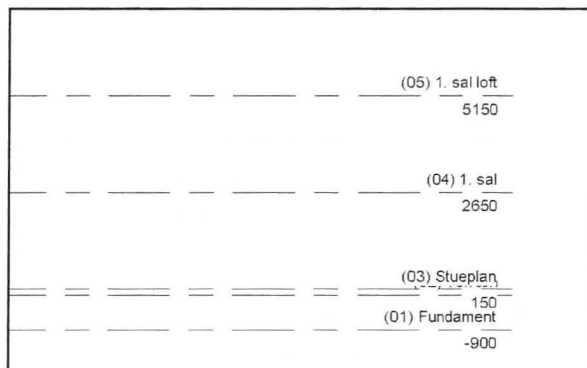

Fig. 04.15. Tegn *Levels* som vist på figuren her.
- Ret efterfølgende højden og navnet på de to *Levels* til (04) 1. sal i en højde af 2650 mm. Og (05) 1. sal loft i en højde af 5150 mm (Fig. 04.15).